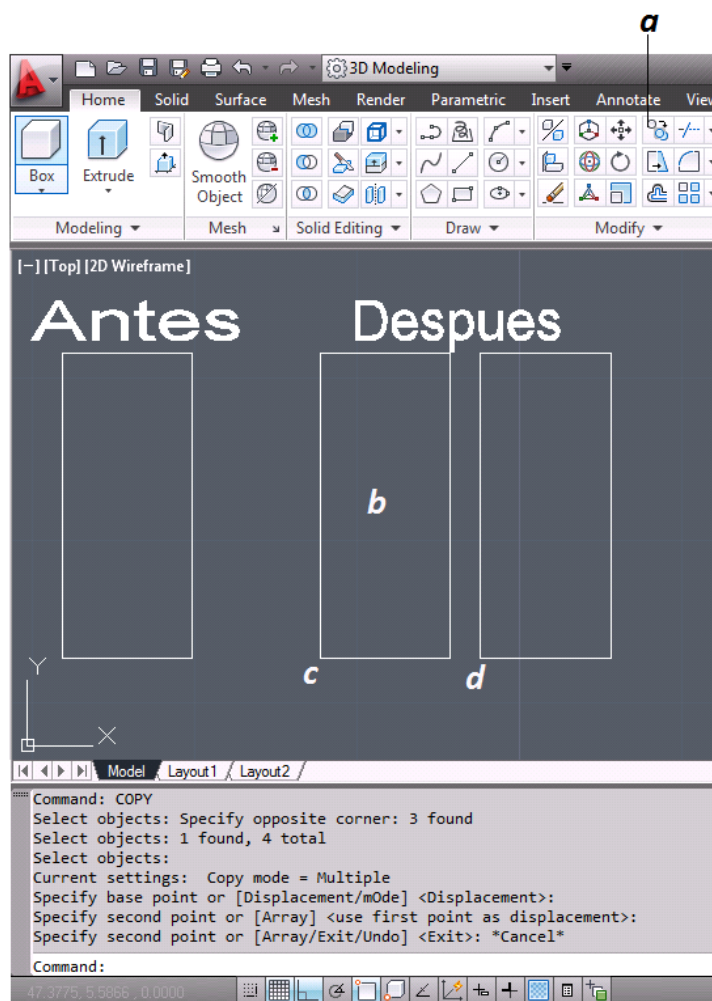

Figura 3.29 Modificación de Entidades “Duplicar”
Esta barra se encuentra los comandos para cambiar las entidades de los dibujos. Se encuentra en la pestaña de Home, en la Cinta Modificar (*figura 3.29 “1”*). Esta barra cuenta con los siguientes comandos.
- a. Se selecciona el comando borrar (*figura 3.29*).
- b. Se seleccionan la(s) entidades a borrar (*figura 3.29*).
- c. Ya seleccionada(s) se da enter (*figura 3.29*).
- Se selecciona el icono duplicar (*figura 3.29*).
- Se seleccionan los objetos a copiar (*figura 3.29*).
- Se selecciona un punto el cual será la base de la copia y se da enter (*figura 3.29*).
- Ahora se puede pegar el objeto cuantas veces se requiera, con respecto al punto base (*figura 3.29*).